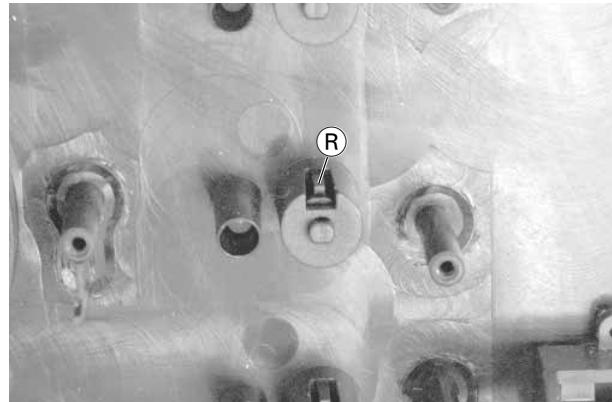

Fig. 6
7. Ausbau der Eingangswahltasten (Fig. 6)
- Rastnase (R) ausrasten und die Taste herausnehmen.
7. Disassemble the Input Selection Buttons (Fig. 6)
- Disengage the catch (R) and pull out the button.